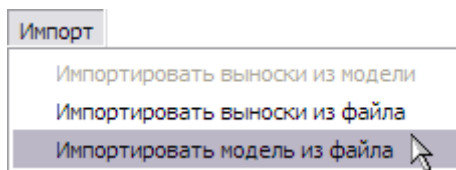

Рис. 4.56
5. Нажмите на кнопку **Импорт**, в выпадающем меню выберите пункт **Импортировать модель из файла** (Рис. 4.56).